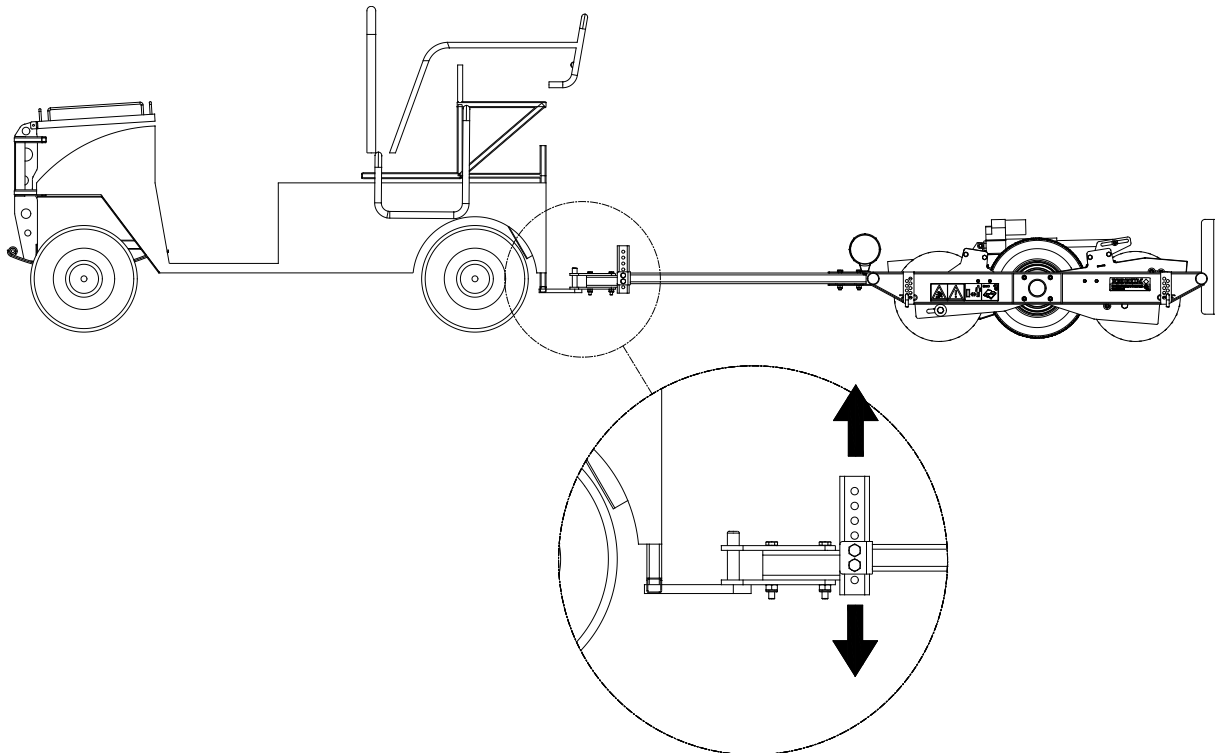

Abb. 9
3. Kontrollieren Sie anschließend, ob die Speed-Brush horizontal steht. Andernfalls können Sie dies einstellen, indem Sie die beiden Schrauben lösen und einen höheren/tieferen Stand wählen (Abb. 9).